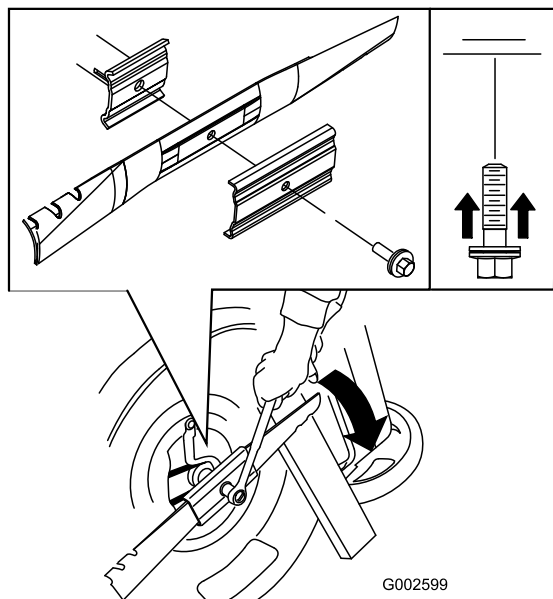

Figura 28
- Montate la lama nuova (ruotate il bullone della lama in senso orario) e tutti gli elementi di fissaggio (Figura 28).